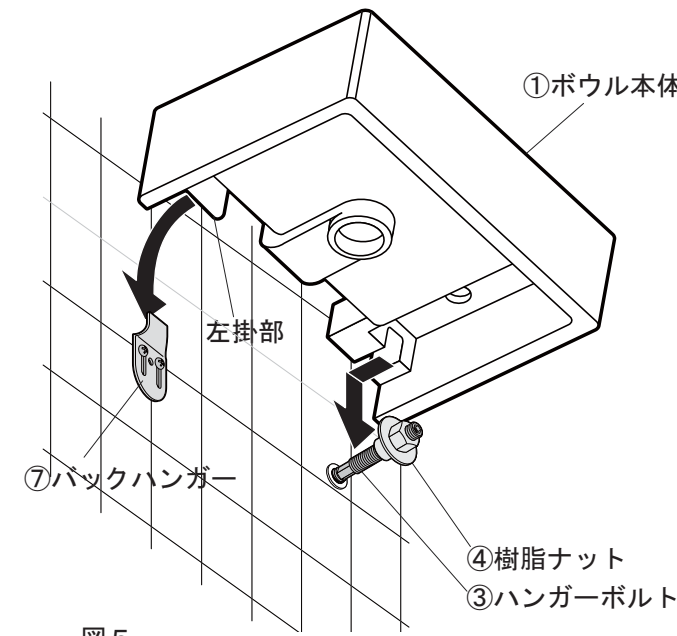

図5
- 7) ⑦バックハンガーに①ボウル本体の左掛部を装着し③ハンガーボルトに④樹脂ナット締め込み①ボウル本体を挟み仮締めします。(図5)